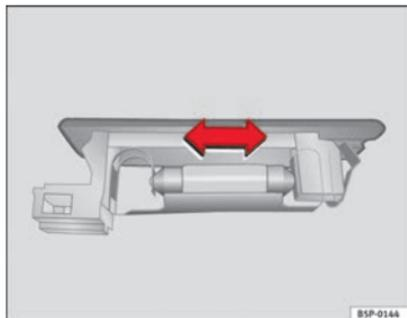

Fig. 187 Luz do porta-bagagens
- Pressione a lâmpada lateralmente e retire-a do alojamento ⇒ Fig. 187.